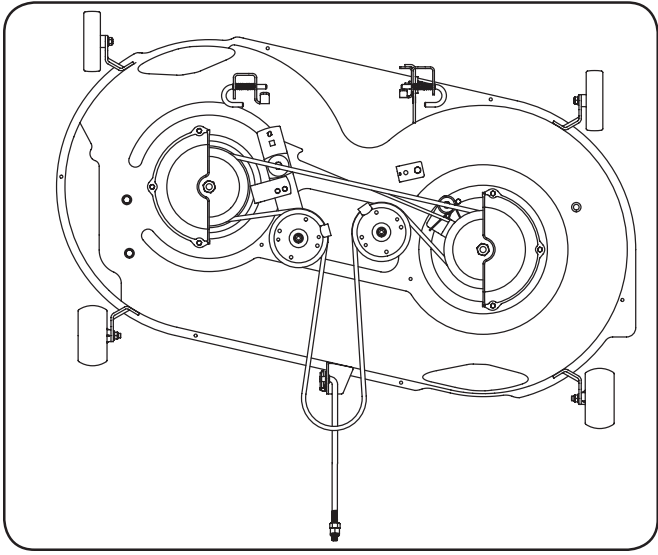

Figure 7-7
6. Faites ensuite passer la courroie sur les deux poulies de tension du plateau de coupe, comme à la Figure 7-7.
5. Pour installer la courroie neuve, commencez par la placer sur les deux poulies à fusée extérieures, comme à la Figure 7-7.